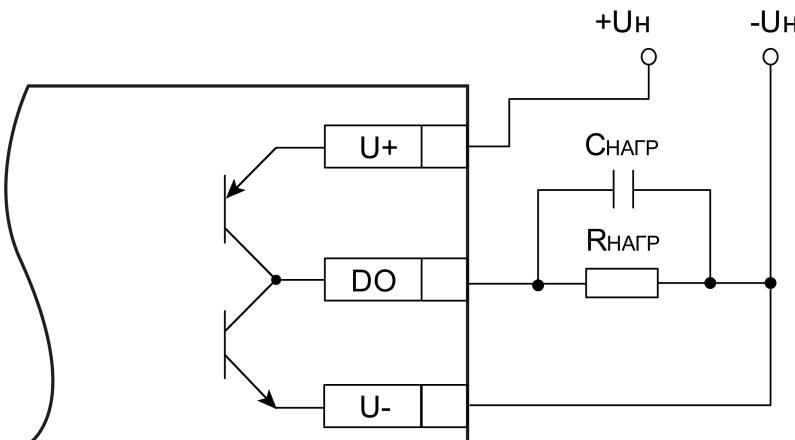

Рисунок 5.12 – Схема подключения нагрузки в режиме включения «верхний и нижний ключи»
- верхний и нижний ключи (рисунок 5.12) – для коммутации нагрузки с большей емкостью и меньшим током (менее 100 мА).